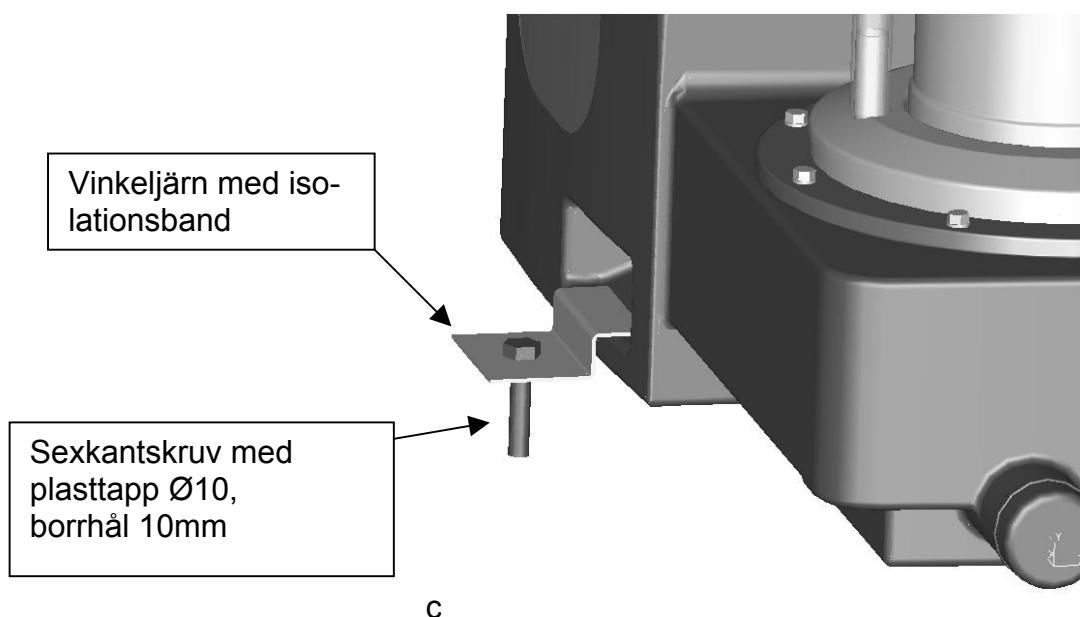

Bild 4
- Enligt EN 12056-4 måste pumpstationer anbringas på sätt att de inte kan vridas eller lyftas. Med bifogade fastsättningsmaterial fixeras anläggningen vid de båda handtagen på behållarens sidor och mot golvet . (Bild 4).